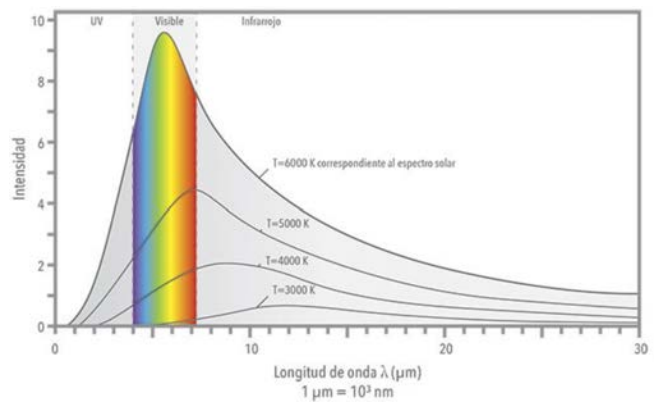

Figura 3. Relación entre longitud de onda, intensidad de la radiación y temperatura del emisor. Fuente: Kipp & Zonen
La unidad de medición en el Sistema Internacional para la irradiancia (flujo de radiación) es el Watt por metro cuadrado ( $W/m^2$ ) mientras que la Irradiación es la energía por unidad de área, es decir, que se mide en Watt-hora por metro cuadrado ( $Wh/m^2$ ). Debido a que la distancia entre La Tierra y el Sol es de 150 millones de kilómetros, el flujo de radiación solar que alcanza la atmósfera terrestre es de  $1.367 W/m^2$ . Este valor es conocido como la Constante Solar. Dada la distancia, la radiación que alcanza a la Tierra proveniente del Sol es casi paralela. El rango de radiación varía desde alta energía ultravioleta (UV) hasta el infrarrojo cercano (IRC). Entre estos valores se encuentra el "espectro visible" con longitudes de onda que van desde los 400 nm a 700 nm como se muestra en la Figura 3.